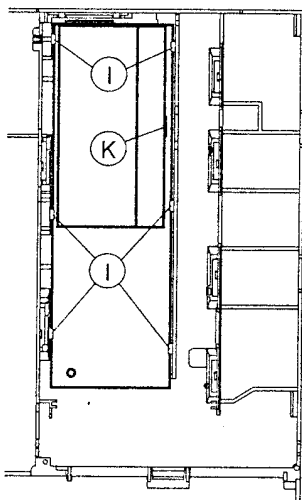

Fig. 6
- Rastnasen (I) ausrasten und Netzteilbaustein herausnehmen (Fig. 6).
Sollen Bauteile im nicht netzgetrennten Teil des Netzteils ausgetauscht werden, müssen Sie den Abschirmdeckel entfernen. Dazu Rasthaken (K) lösen und Abschirmdeckel abnehmen (Fig. 6).
- Release the locking catches (I) and take out the Power Supply Board (Fig. 6).
For replacement of components in the non-isolated circuits of the Power Supply Unit remove the shielding cover. For this loosen the locking catch (K) and take off the cover (Fig. 6).